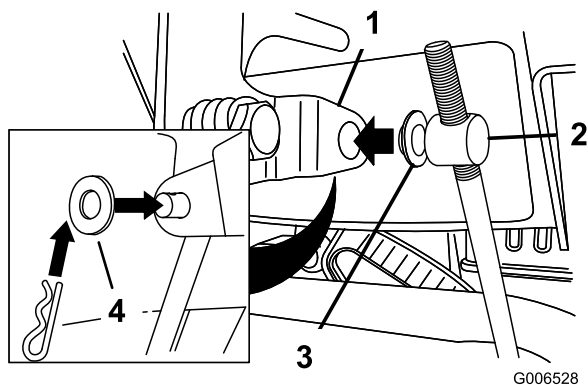

Figure 11
3. Retirez la goupille fendue et la rondelle extérieure du tourillon à l'extrémité supérieure de la tige de commande de vitesse (Figure 11).
Remarque: Pour faciliter le montage, laissez la rondelle plate sur le tourillon (Figure 11).
- Soulevez la tige de commande de vitesse et insérez le tourillon dans le trou du levier sélecteur de vitesses (Figure 11).
- B. Retirez le tourillon du sélecteur de vitesses (Figure 11).
- C. Tournez le tourillon vers le bas (sens horaire) sur la tige de commande de vitesse (Figure 11).
- D. Remettez le tourillon sur le sélecteur de vitesses (Figure 11).
- C. Tournez le tourillon vers le haut (sens anti-horaire) sur la tige de commande de vitesse (Figure 11).